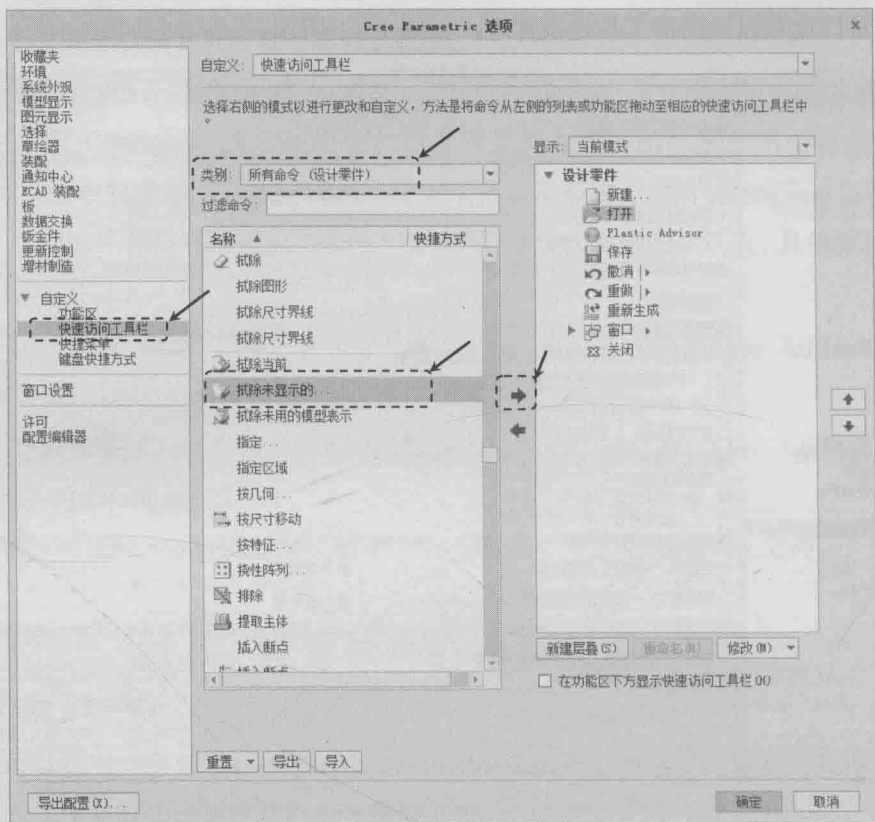
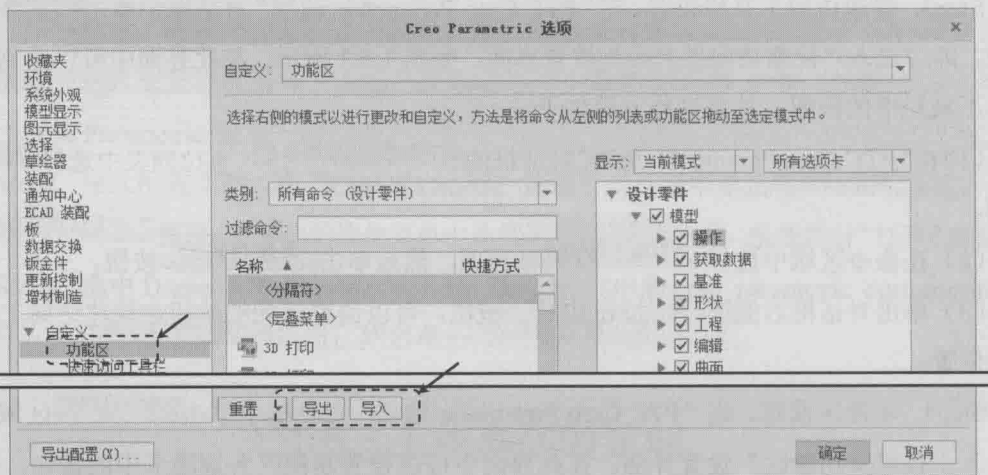

图 1.6.2 “快速访问工具栏”设置界面
图 1.6.3 “自定义功能区”设置界面
Step3. 快速访问工具栏设置。在“PTC Creo Parametric 选项”对话框中单击快速访问工具栏区域，即可进入“快速访问工具栏”设置界面，如图 1.6.2 所示。在此界面中可以定制快速访问工具栏中的按钮，具体操作方法如下。
- (1) 在“PTC Creo Parametric 选项”对话框的从下列位置选取命令 (C): 下拉列表中选择所有命令选项。
- (2) 在命令区域中选择 拭除未显示的... 选项，然后单击 添加 (A) >> 按钮。
- (3) 单击对话框右侧的 ↓ 按钮和 ↑ 按钮，可以调整添加的按钮在快速访问工具栏中的位置。
Step4. 功能区设置。在“PTC Creo Parametric 选项”对话框中单击自定义功能区区域，即可进入“自定义功能区”设置界面。在此界面中可以设置功能区各选项卡中的按钮，也可以创建新的用户选项卡，如图 1.6.3 所示。
Step5. 导出/导入配置文件。在“PTC Creo Parametric 选项”对话框中单击 导入/导出 (P) 按钮，在弹出的快捷菜单中选择 导出所有功能区和快速访问工具栏自定义 选项，系统弹出“导出”对话框；单击 保存 按钮，可以将界面配置文件“creo_parametric_customization.ui”导出到当前工作目录中。